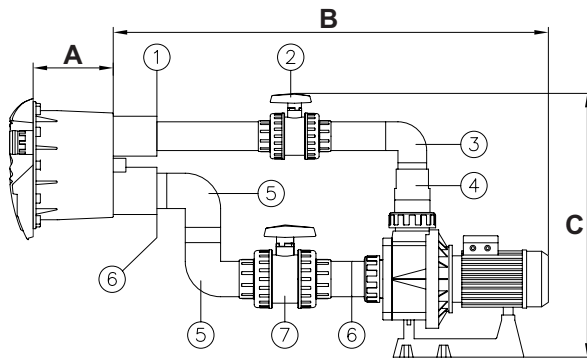

Fig. 6
- Encolar el casquillo reducido de 75x63 mm. (nº 1, fig. 6) en la toma de impulsión del nicho (ver fig. 6).
- Encolar un tubo Ø 63mm (\*) al casquillo reducido (nº 1, fig. 6).
- Encolar la válvula Ø 63mm. (nº 2, fig. 6) al tubo Ø 63mm (\*).
- Encolar un tubo Ø 63mm (\*) a la válvula Ø 63mm (nº 2, fig. 6).
- Encolar codo Ø 63mm. (nº 3, fig. 6) al tubo Ø 63mm (\*).
- Encolar tubo Ø 63mm (\*) al codo (nº3, fig.6).
- Encolar reducción cónica 90/75/63 mm. (nº 4, fig. 6) al tubo Ø 63mm (\*) y al racor de la bomba Ø 90mm.
- Encolar el casquillo reducido de 90x75 mm. (nº 6, fig. 6) en la toma de aspiración del nicho (ver fig. 6).
- Usando un tubo Ø 75mm (\*) encolar un codo Ø 75mm. (nº 5, fig. 6) al casquillo reducido (nº 6, fig. 6).
- Usando un tubo Ø 75mm (\*) uniremos el otro codo Ø 75mm. (nº5, fig. 6) al codo ya encolado (ver fig. 6).
- Encolar la válvula Ø 75mm (nº7, fig. 6) al codo (nº 5, fig. 6) usando un tubo Ø 75mm. (\*) para unirlos.
- Encolar un tubo Ø 75mm (\*) a la válvula (nº 7, fig. 6).
- Encolar un casquillo reducido 90x75 mm. (nº 6, fig. 6) al tubo Ø 75mm. (\*) y al racor de la bomba Ø 90mm.